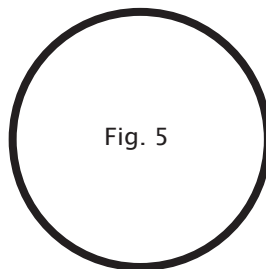

Fig. 5
8. O anel de vedação O-Ring fica assentado na borda do corpo do canister. Esta é uma peça vital do filtro, e é importante que esteja instalada corretamente. Ele é lubrificado durante a fabricação; no entanto, é importante lubrificá-lo novamente com um lubrificante seguro para lagos sempre que o filtro for desmontado. Substitua-o periodicamente se apresentar qualquer sinal de deterioração. Fig. 5